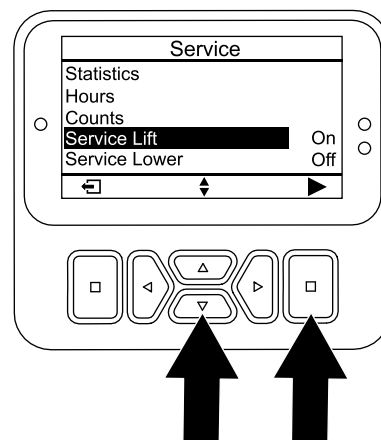

Figura 120
4. Apăsai butonul jos până când este selectată opțiunea SERVICE LIFT (Ridicare pentru service), apoi apăsai butonul de selectare (Figura 120).